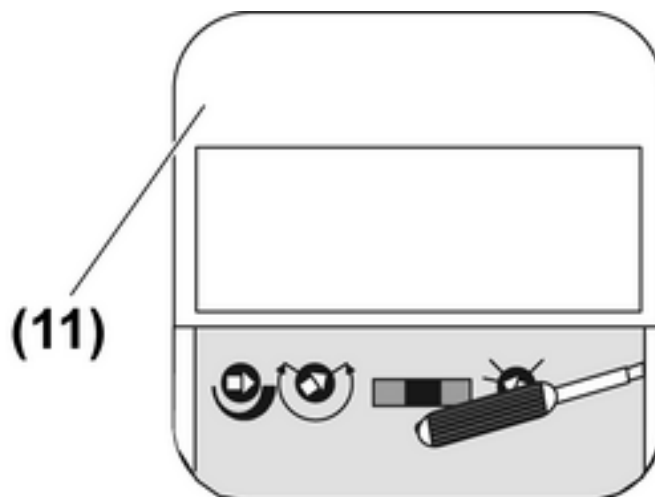

Bild 13: Designaufsatz abnehmen
- Designaufsatz (11) entfernen. Dazu mit einem Schraubendreher an der mit einem Schraubendreher-Symbol markierten Stelle (Bild 13) hinter den Designaufsatz greifen und abheben.
- Schrauben (13) lösen und Bewegungsmelder-Aufsatz vom Einsatz abziehen.